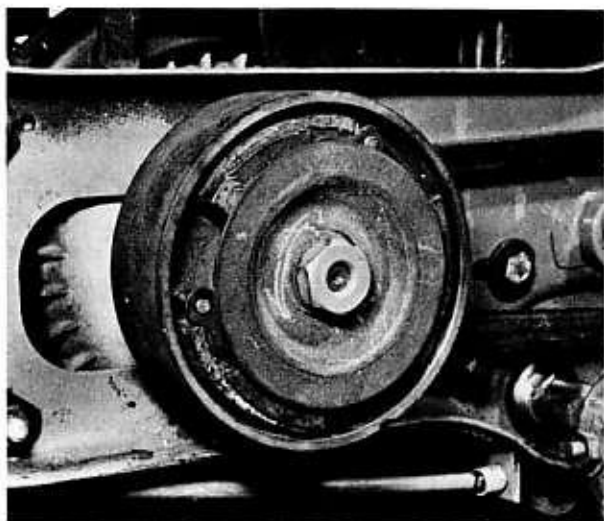

Bild 45
- Nach dem Abschrauben der Mutter kann die komplette Kupplung von der Kurbelwelle abgenommen werden, zusammen mit der Riemenscheibe und dem Keilriemen (Bild 45). Den Keilriemen abnehmen.